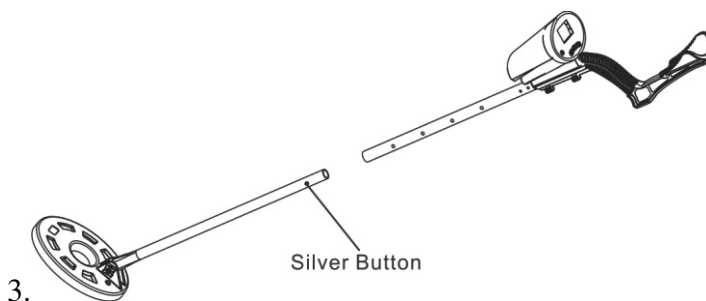

Fig.2
2. Appuyez sur le bouton en argent sur la tige en plastique et insérez-la sur la tige en aluminium noir. Vous pouvez l'utiliser lorsque le bouton en argent surgit du trou de la tige en aluminium noir. Il y a quatre trous dans la tige en aluminium noir, pour que vous puissiez ajuster la longueur du bras, pour positionner vos bras confortablement, garder la bobine de recherche éloignée du sol d'environ 1/2 pouce. Voir la figure 2,